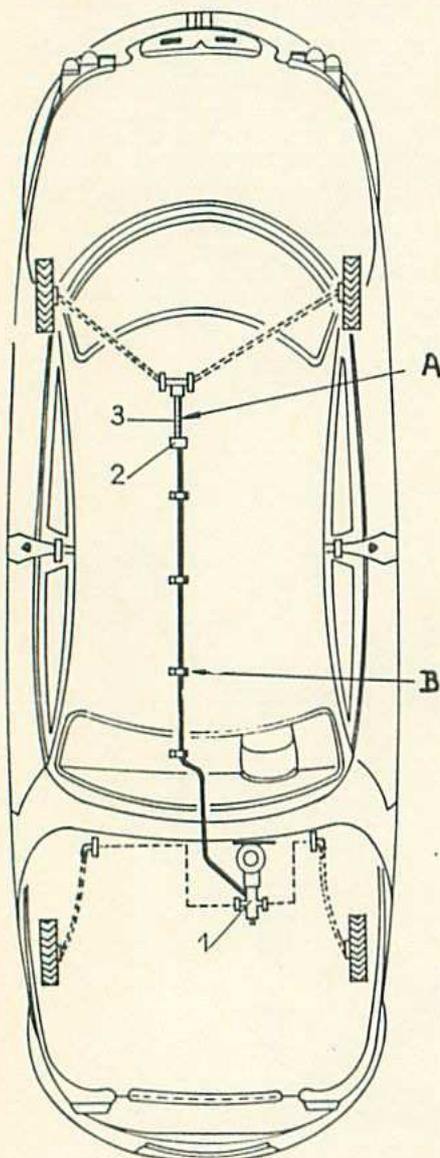

Fig. 18. — Tuyauterie de freins rigide sur L4.
- Dévisser la vis-raccord (1) (fig. 18). A l'aide d'un tournevis cruciforme coudé dévisser légèrement le pontet support de tube placé sous la caisse au-dessous de la traverse.
- Dégager la vis-raccord (2) fixant la tuyauterie sur le flexible (3).